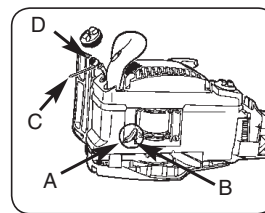

Abb. 16
- Ziehen Sie den Ölschlauch (A) aus der Pumpendichtung (B).
- Ziehen Sie den Ölfilter (D) aus dem Öltank, indem Sie einen gebogenen Draht mit einem Haken (C) verwenden. Entfernen Sie den Filter und den Schlauch.
5. Schneiden Sie den Schlauch bis zur erforderlichen Länge ab und legen Sie ihn an der Dichtung der Ölpumpe (Abb. 16).